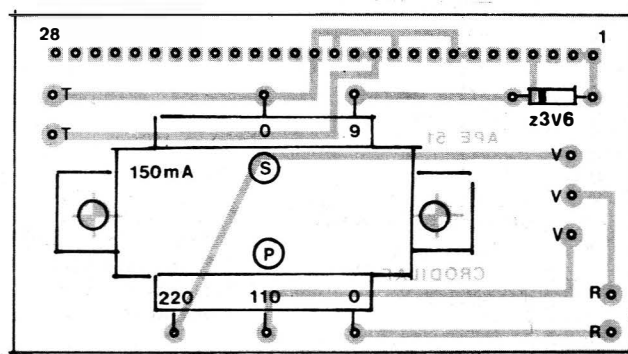

Fig.4
- FIG. 4 - "CHAPEADO" DA MONTAGEM (PLACA DE "APOIO") - Pelo lado não cobreado da placa de "apoio", os dois únicos componentes colocados são o transformador de força e o diodo zener... Ambos têm posição única e certa para inserção/ligação dos seus terminais à placa, merecendo assim uma boa dose de atenção... Quando ao **zener**, observar a posição da sua extremidade marcada com uma faixa ou anel em cor contrastante (indicativa do terminal de **catodo** - K). Já quanto ao trafo, observar que seu **secundário** mostra, nor-